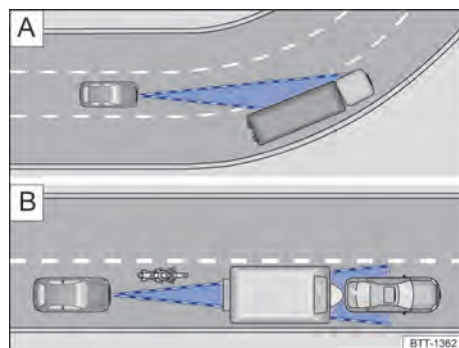

Fig. 92 (A) Condução em curva. (B) Veículos fora da área de alcance do sensor do radar
O sensor de radar frontal sempre realiza as medições em sentido reto. Por isso, veículos em curvas fechadas podem ser acidentalmente detectados ou veículos à frente podem não ser detectados → Fig. 92 (A).
- Veículos que conduzem fora da área do sensor em pequena distância do próprio veículo, por exemplo, motocicletas → Fig. 92 (B).